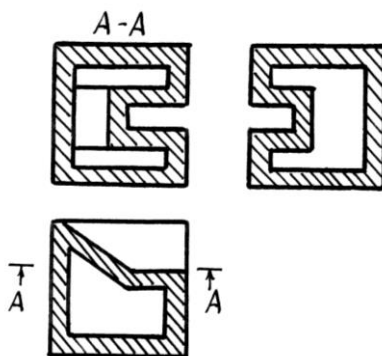

Рис. 1.3 Неразъемная оболочка по контуру детали
3. неразъемную оболочку по контуру детали, представив изображение в трех проекциях с необходимыми разрезами рис.1.3. Неразъемная оболочка характерна для технологии литья по выплавляемым моделям.